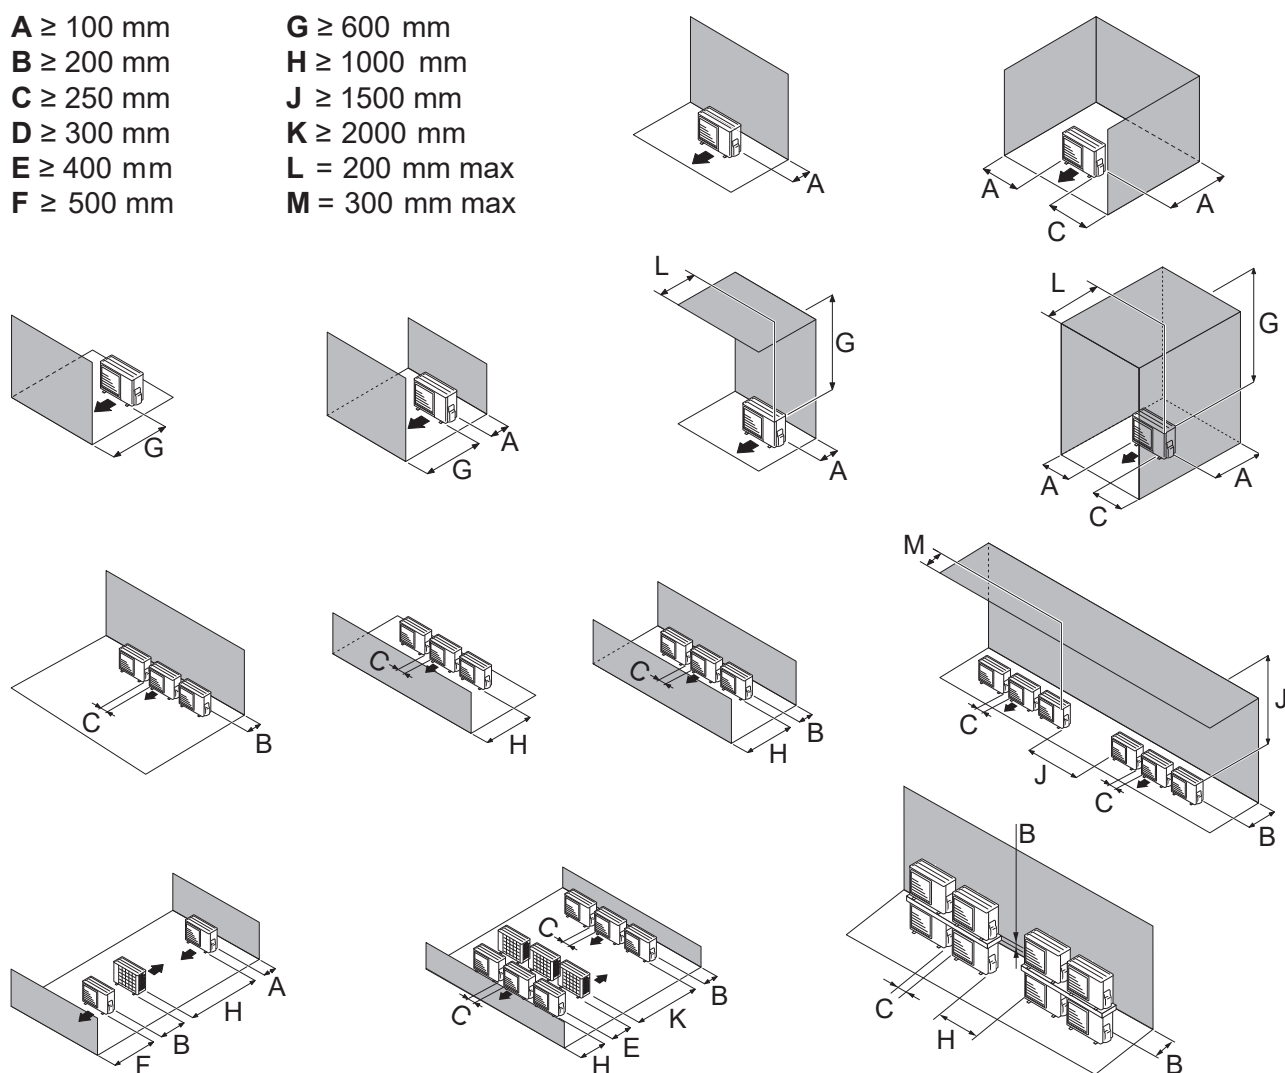
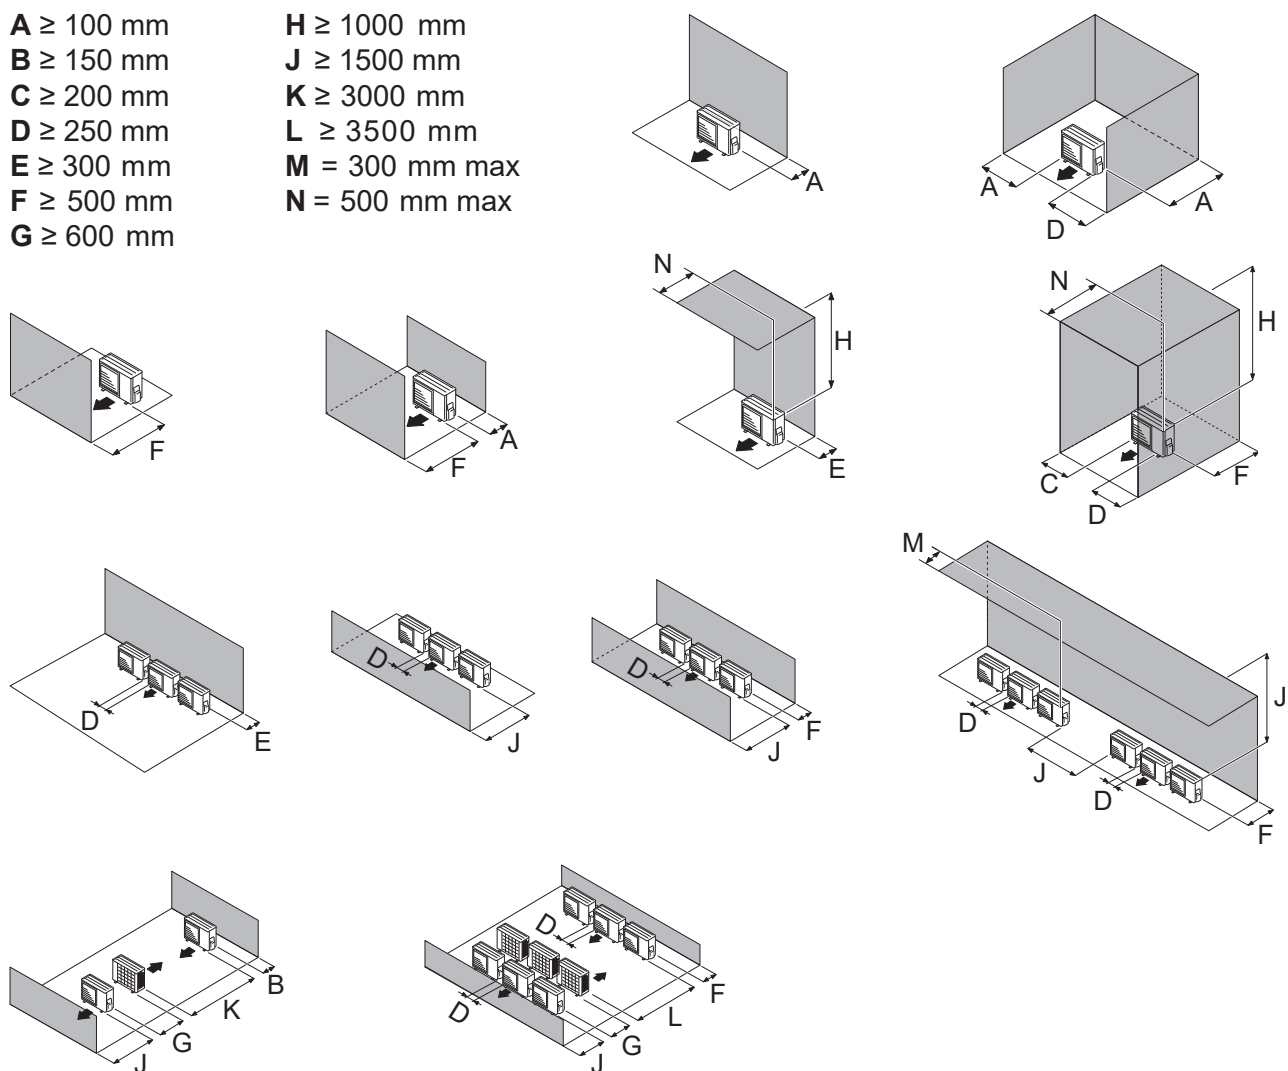

fig. 16 - Spazio minimo d'installazione intorno all'unità esterna (modello 5, 6 e 8)
fig. 17 - Spazio minimo d'installazione minimo intorno all'unità esterna (modello 10)
- L'apparecchio deve essere facilmente accessibile per lavori di installazione e manutenzione (fig. 16 e fig. 17, pagina 18).
- La circolazione dell'aria attraverso l'evaporatore e in uscita dal ventilatore non deve essere ostacolata in alcun modo (fig. 16 e fig. 17, pagina 18).